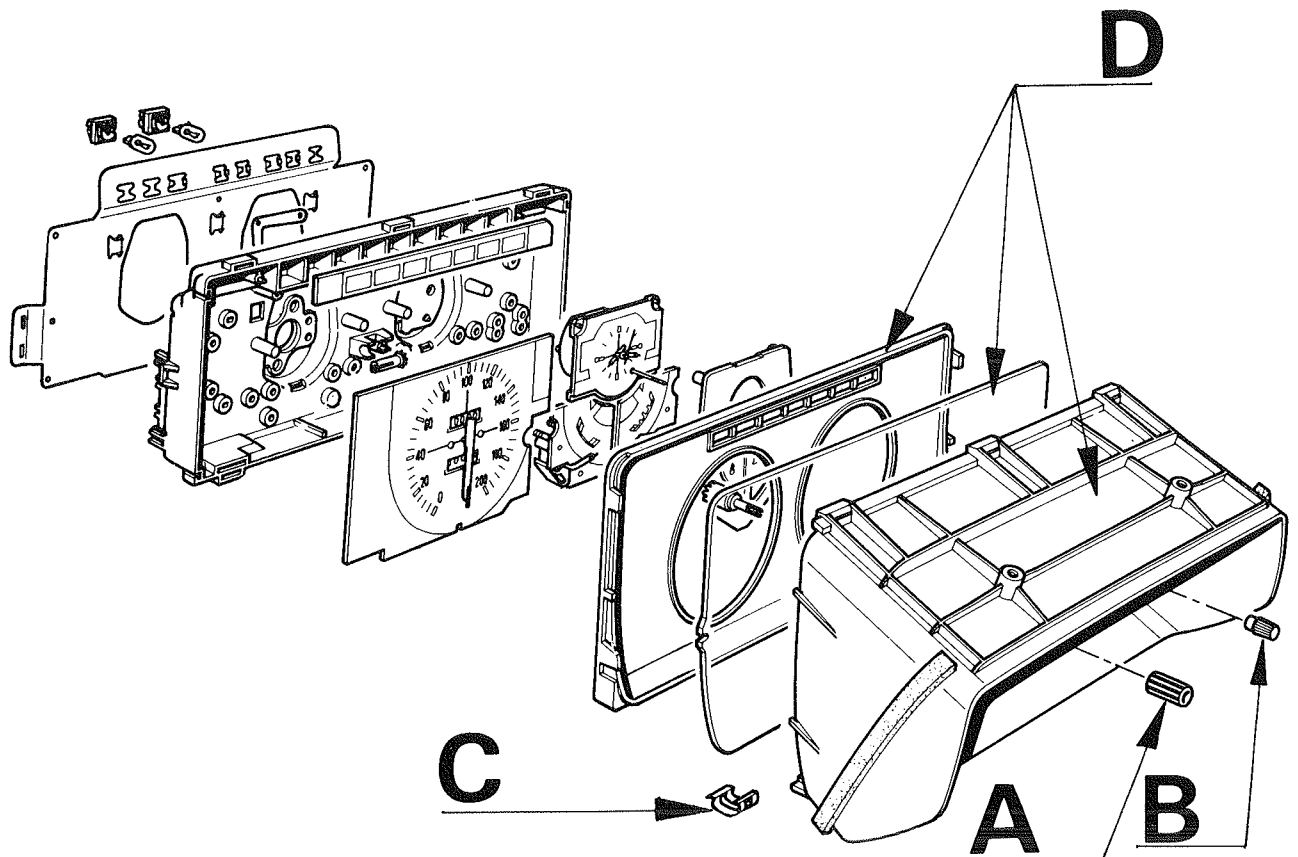

Fig. 1
- Déposer le bouton de remise à zéro du compteur journalier (A) (fig. 1).
- Déposer le bouton de remise à l'heure de la montre (B).
- Déposer les six agrafes (C) de fixation de la visière.
- Déposer la visière, la glace et le réhaut (D).